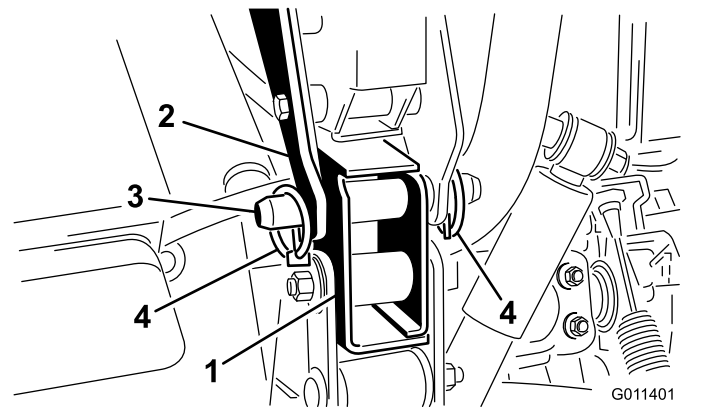

Figura 8
6. Fixe cada suporte de montagem traseiro ao chassi do veículo com um passador de forquilha e 2 pinos de sujeição (Figura 8).